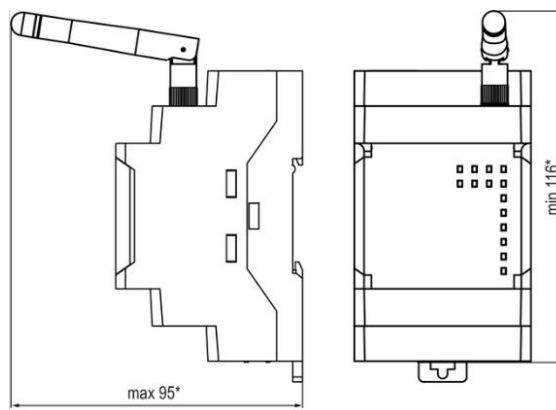

Рис. 5. Габариты прибора с установленной антенной из комплекта поставки
- 6.20.12 После монтажа шлюза следует подключить антенну в соответствующий разъем. Габариты прибора с установленной антенной из комплекта поставки (Рис. 5).